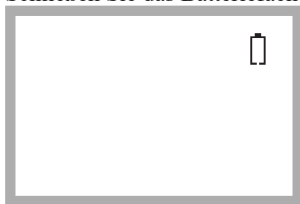

Abbildung 6
1. Tauschen Sie die Batterien aus, wenn „“ oben rechts im Display angezeigt wird. (siehe Abbildung 6)